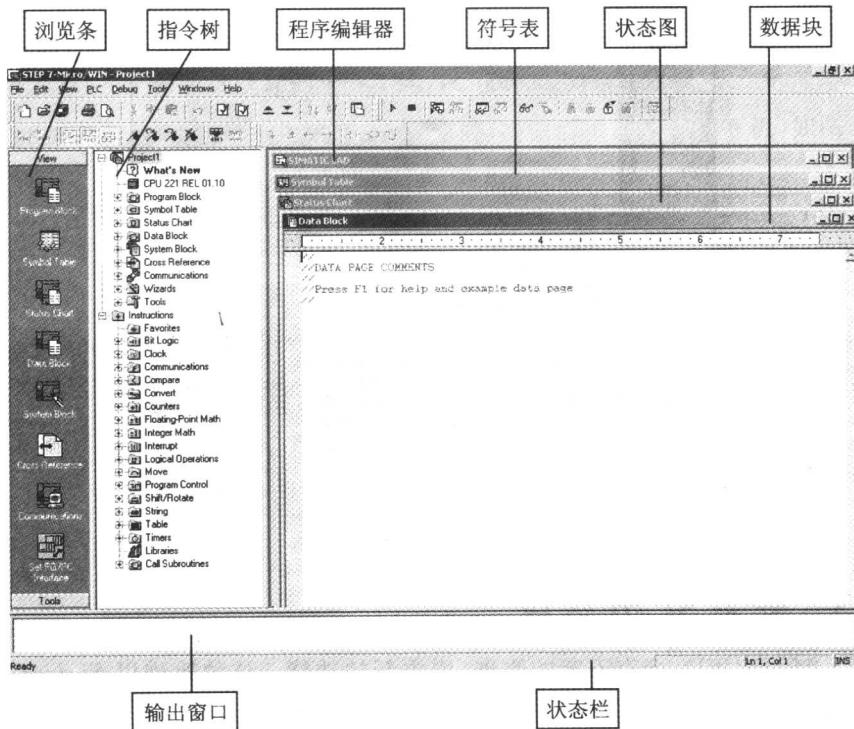

图 1-7 STEP 7 - Micro/WIN 窗口元素
STEP 7 - Micro/WIN 窗口元素如图 1-7 所示。